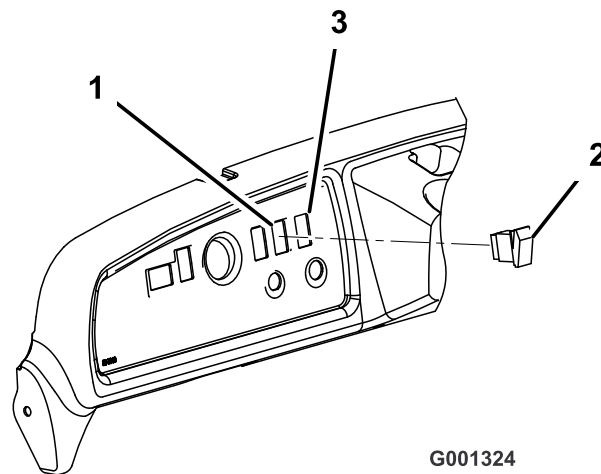

図 6
- ダッシュボード上の打ち抜きプラグ（ステアリングタワーよりも右側、キースイッチの上面にあるもの）を打ち抜いて外す（図 6）。
- 荷台昇降スイッチの上パドルを押してアクチュエータを伸ばす (図 6)。
- 上パドルが 12 位置になるようにして、荷台昇降スイッチをダッシュボードの穴に取り付ける (図 6)。